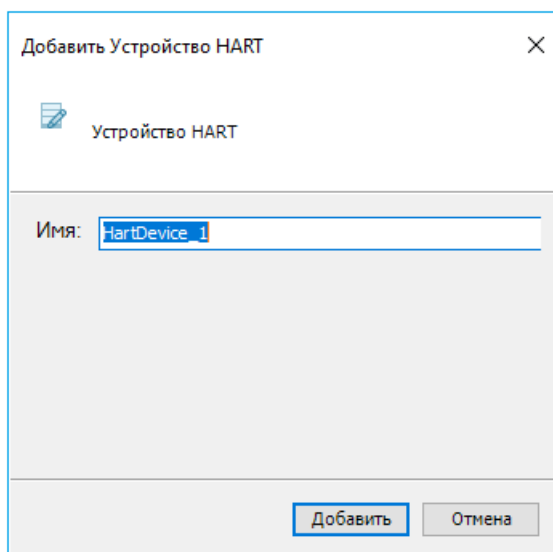

Рисунок 7 – Добавление контейнера
- откроется окно **Добавить Устройство HART**. В поле **Имя** укажите имя контейнера. Например, это может быть название датчика (опрашиваемого устройства) (Рисунок 7). Нажмите кнопку **Добавить**.